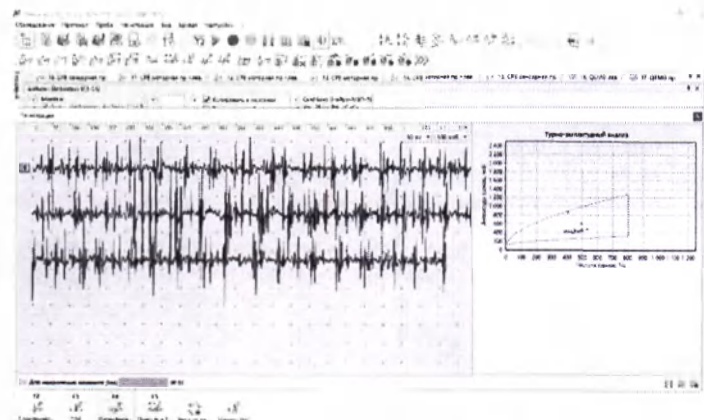

Рис. 182. Окно регистрации интерференционного паттерна и график турно-амплитудного анализа
3. В окне регистрации видно кривую, которая регистрируется при напряжении мышцы. Одновременно выводится график турно-амплитудного анализа данной кривой (рис. 182).